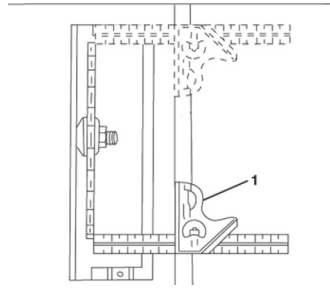

Fig. 6 – Verifique el escuadro de la guía con relación a la base de la máquina
3. Coloque la escuadra (1) y verifique si la guía paralela está a 90° con la escala de la misma, conforme fig. 6;